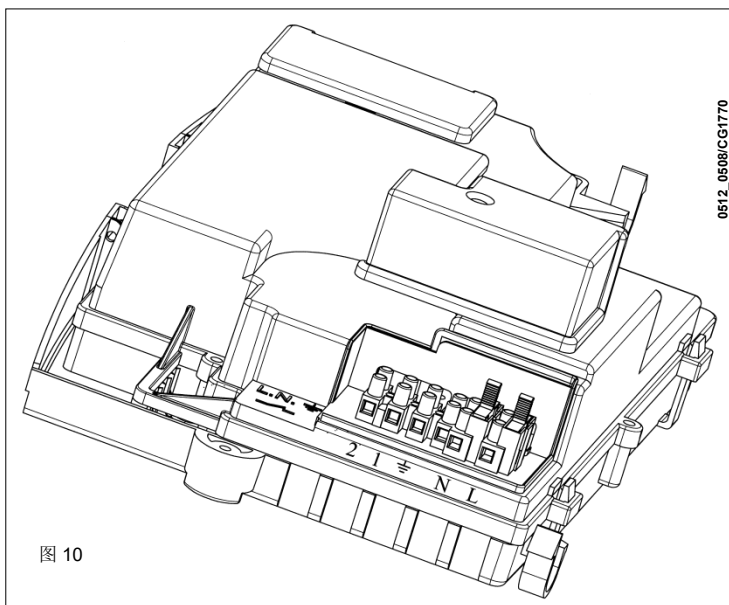

图 10
- 拧下控制盒左下侧塑料盖上的螺丝，取下塑料盖，露出电源端子排的接线区域（图10）。
- 打开电源接线端子排（图10）；
如果没配室外温控器，须对 **M1** 接线端子排（图10）上的端子1-2进行跨接。